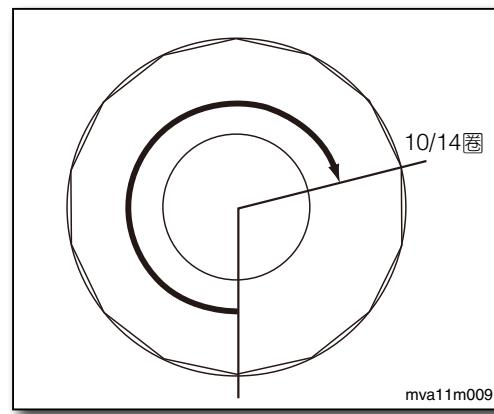

图9
3. 用手将机油滤芯旋到与安装面接触，再转至10/14圈锁紧(如图9)，或锁紧至规格。应避免外壳刮伤或变形。